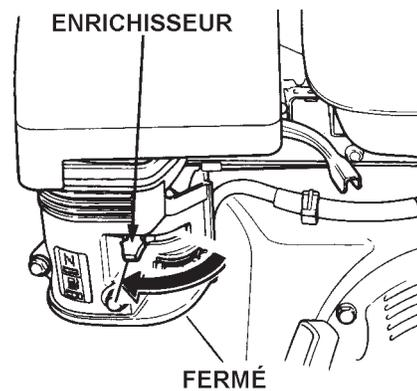

Figure 10. Enrichisseur (fermé)
4. Régler l'**enrichisseur** (figure 10) à la position « **FERMÉ** » si le **moteur est chaud** ou **par temps chaud**.